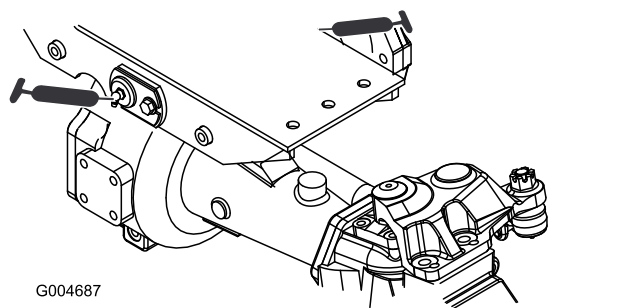

Figure 42
- 2 bagues de pivot d'essieux avant et arrière (Figure 42)